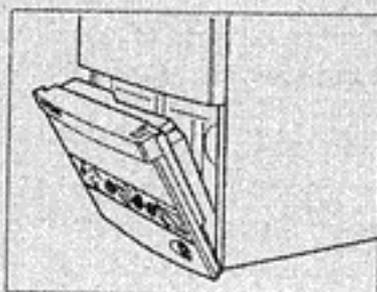

Fig. 2
- Le panneau se porte en avant par gravité (fig. 2);